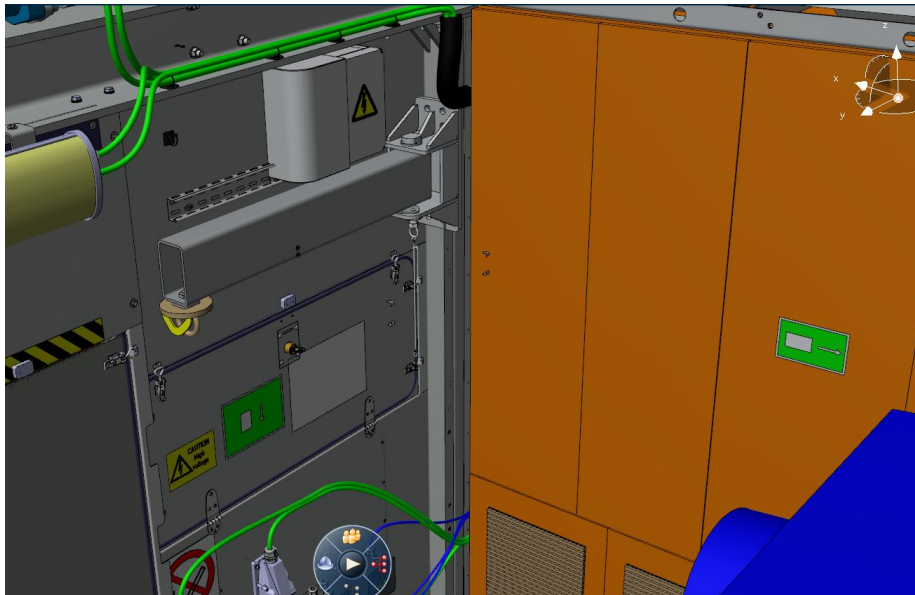

Abbildung 9: Verankerungspunkt für die Notabseilvorrichtung in der Gondel
- b. Befestigen Sie die Notabseilvorrichtung am Verankerungspunkt (Abbildung 9).